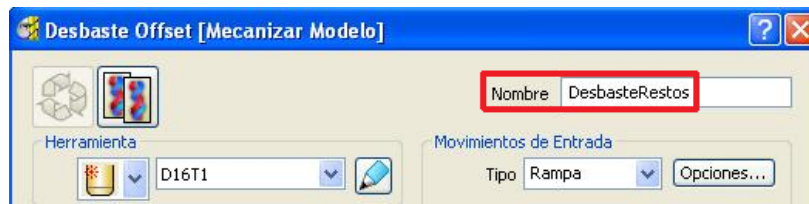

Figura 2.154 Seleccionar Configuración de la trayectoria Desbaste.
- Mostrar la Configuración... de la trayectoria de Desbaste (Figura 2.154):